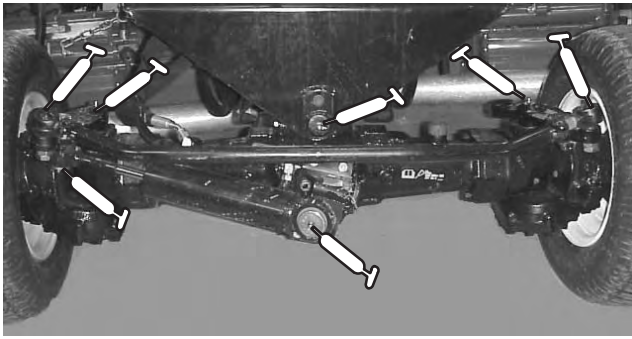

Bild 38
- Zugstange der Hinterachse (2), Lenkzylinderkugelgelenke (2), Gelenke der Lenkachse (2) Hinterachsengelenk (1) (Bild 38)